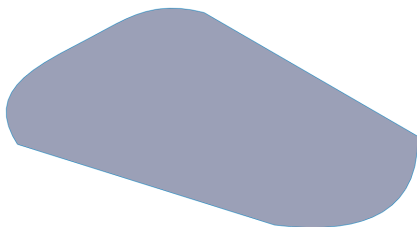

图 7-71 创建边界曲面对象
(5) 单击【确定】按钮, 即可创建边界曲面对象, 效果如图 7-71 所示。